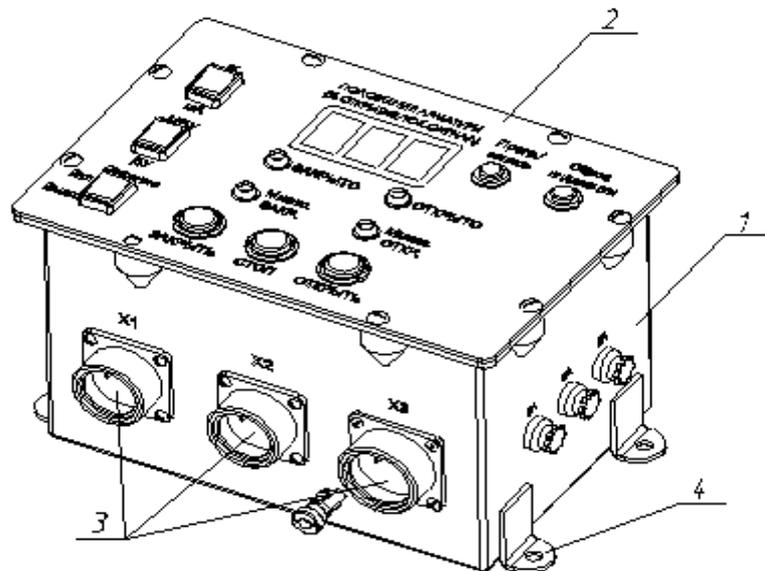

Рис. 1. Местный пульт управления МПУ-PM1
1.3.1 МПУ-PM1 (рисунок 1) представляет собой блочную конструкцию, состоящую из кожуха 1 и лицевой панели 2. На лицевой панели МПУ-PM1 расположены органы управления и индикации. На боковой стенке кожуха имеются штепсельные разъёмы 3, болт заземления и предохранители. Для крепления МПУ-PM1 используются кронштейны 4.